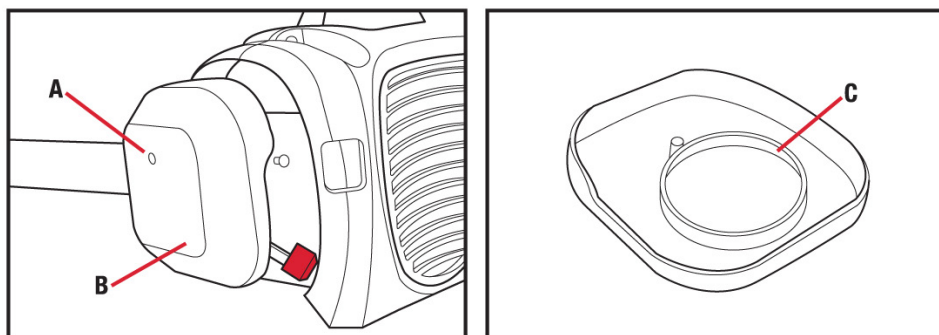

Fig. 9
1. Retire el tornillo (A) que mantiene la tapa del filtro de aire en su lugar, retirar entonces la tapa (B) y levantar el filtro (C) de la caja del filtro de aire. (Fig. 9).